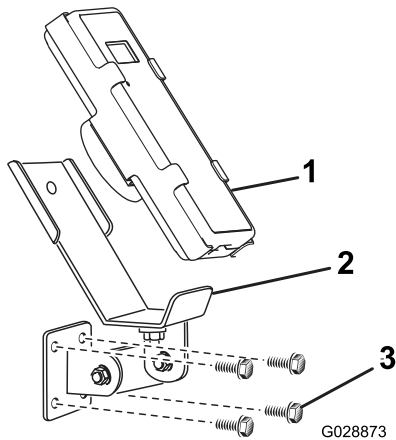
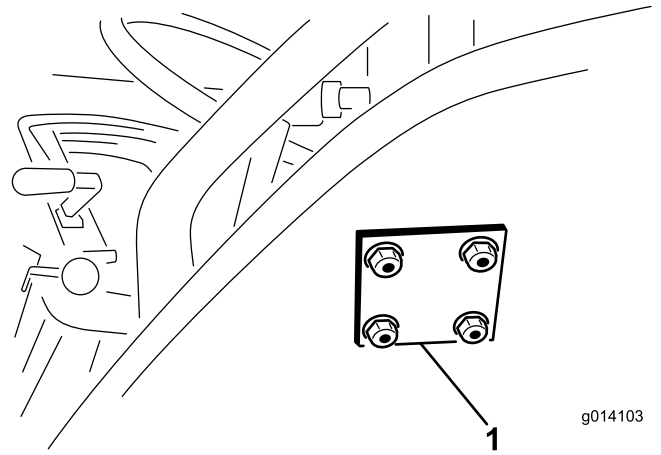

Bild 10
Bild 11
3. Befestigen Sie die Befestigungshalterung und die Rückplatte mit vier Bundkopfschrauben (5/16" x 1 1/2") und Bundmuttern (Bild 10 und Bild 11).